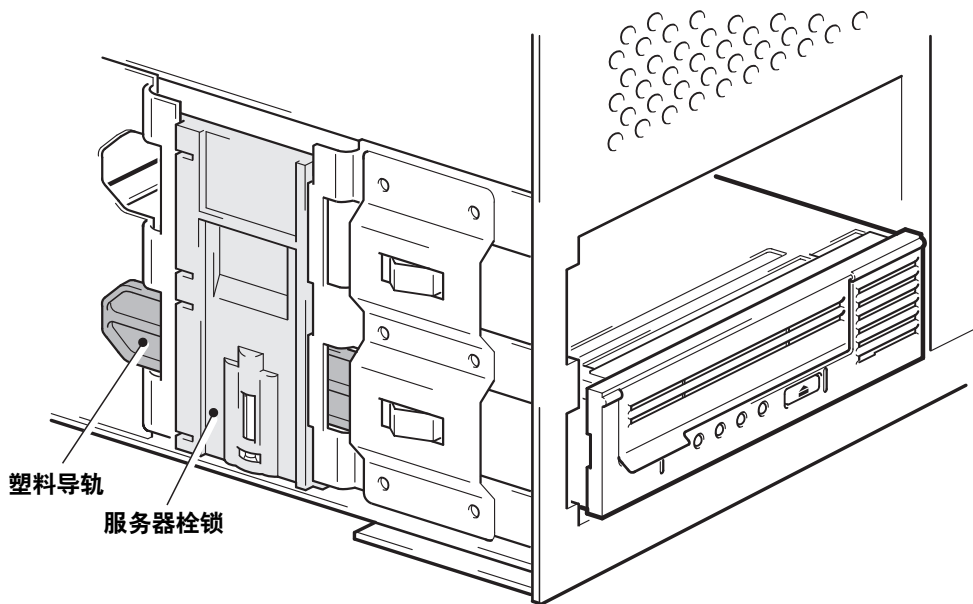

图 8a：将磁带机固定在装配件上
- 1 向下推服务器栓锁，将磁带机锁定到位，如图 8a 所示。